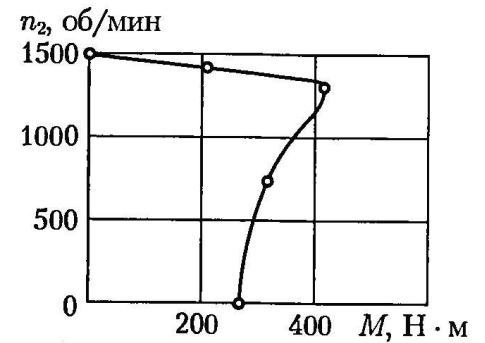

Рис. 3.9. Механическая характеристика асинхронного двигателя
16. По полученным данным строим механическую характеристику $n_2 = f(M)$, представленную на рис. 3.9.